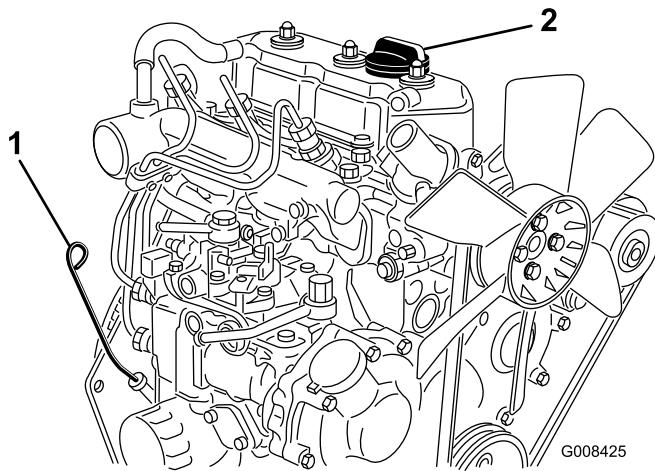

図 29
2. ディップスティックを抜き、ウェスで一度きれいに拭く(図 29)。ディップスティックを、首の根元までもう一度しっかりと差し込む。首から引き抜いて油量を点検する。油量が足りなければ、バルブ・カバーについている補給口のキャップを取り、ディップスティックの FULLマークまで ゆっくりと 補給する。補給するときは、ディップスティックで確認しながら少量ずつ入れてください。入れすぎないこと。